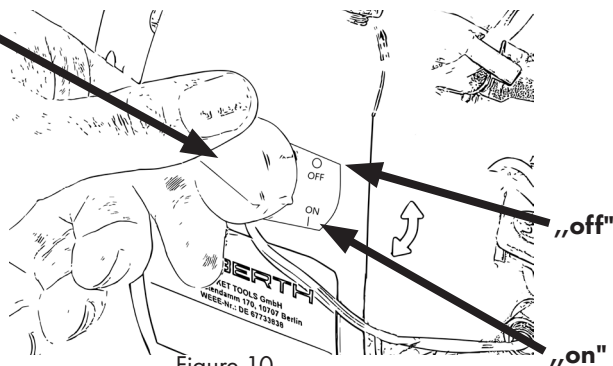

Figure 10
2. Tournez l'interrupteur du moteur en position „ON”. (Fig. 10)